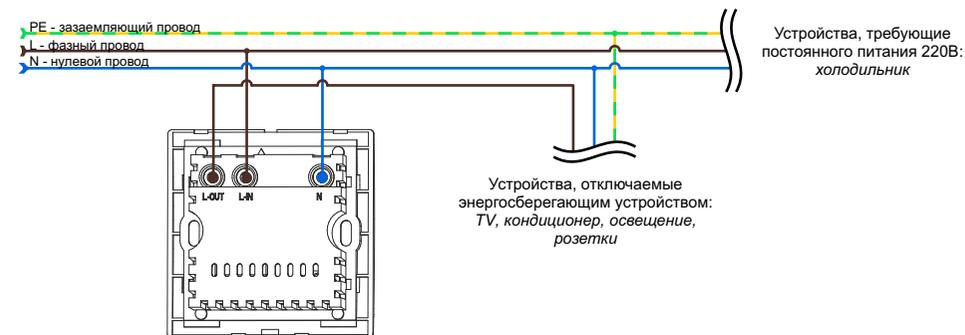

Рисунок 1. Схема прямого подключения энергосберегающего устройства
4.1 Схема прямого подключения (Рисунок 1).